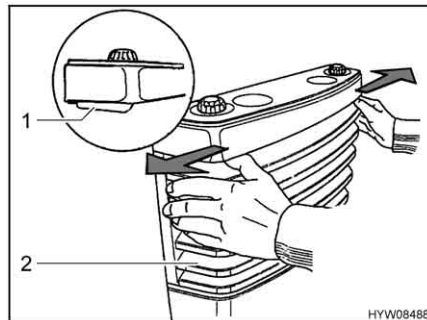

Fig. 113 Rimozione della copertura del riscaldamento
- Rimuovere la copertura del riscaldamento (Fig. 113,2). A tale scopo spingere contemporaneamente verso l'esterno le due leve di chiusura (Fig. 113,1) e ribaltare la copertura in avanti.